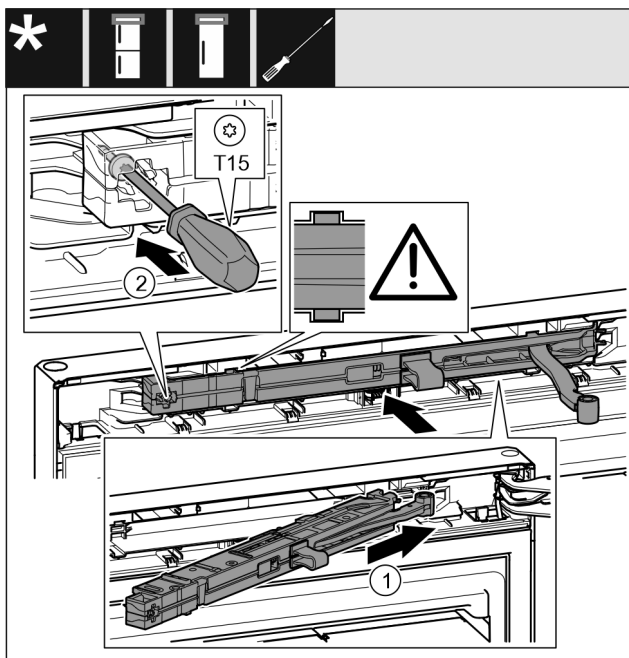

Fig. 65
- ▶ Enoto blažilnikov za zapiranje vrat *Fig. 65 (1)* na strani ležajnega podstavka potisnite v odprtino do konca.
- ▶ Zategnite vijak *Fig. 65 (2)* z izvijačem.